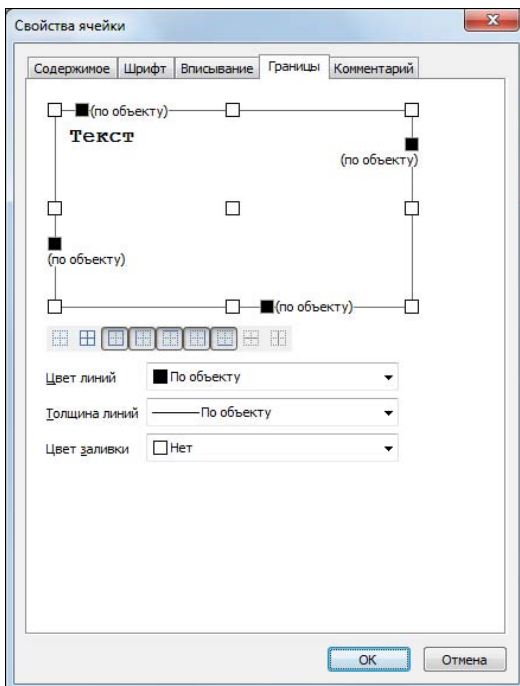

Рис. 4.74. Вкладка Границы
- ◆ **Границы** — оформление границ (рис. 4.74);